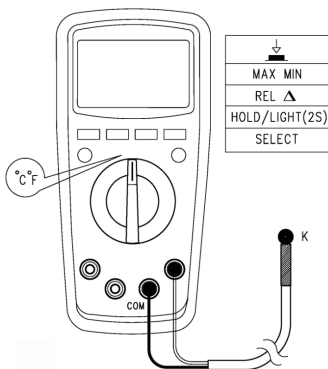

Рис. 9 Измерение температуры
7.7 Измерение температуры (см. рис. 9)